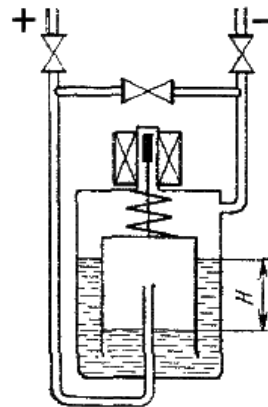

рис.1
2. В колокольном дйфманометре (рис. 1) с тонкими стенками уравнивание колокола осуществляется за счет деформации пружины (выталкивающей силой жидкости можно пренебречь). Изменится ли коэффициент преобразования дйфманометра, если утяжелить колокол при неизменной линейной характеристике пружины?